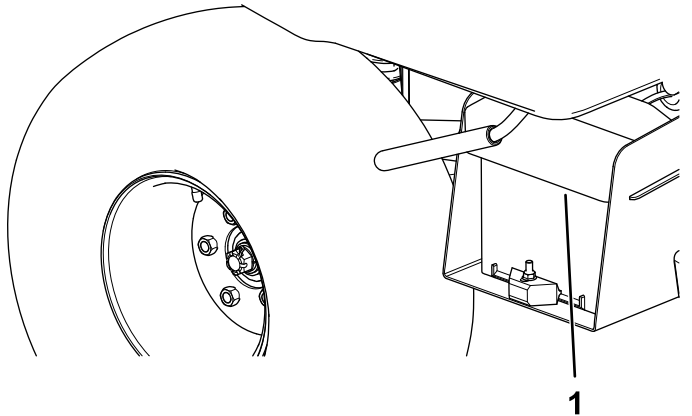

Figure 4
1. Appuyez de chaque côté du couvercle de la batterie pour dégager les pattes de la base de la batterie (Figure 4).
2. Déposez le couvercle de la base de la batterie (Figure 4).
6. Alignez le couvercle de la batterie sur la base de la batterie (Figure 4).
7. Serrez le couvercle de la batterie, alignez les pattes sur la base de la batterie et dégagez le couvercle de la batterie (Figure 4).